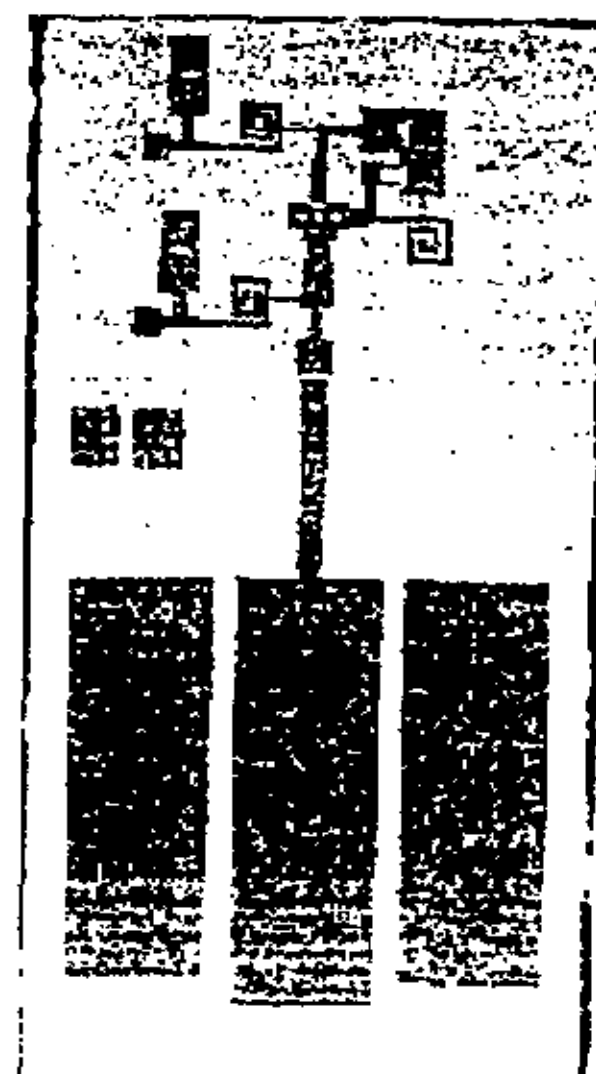

图 9 Ku 波段 MEMS 振荡辐射天线照片
3、单片 MEMS 振荡辐射天线的振荡器与微型天线制作在一个砷化镓衬底上（照片见图 9），芯片面积为 $1.5 \times 3.0 \text{ mm}^2$ 。有关性能正在测试中。